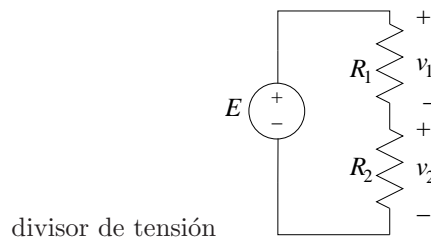

Figura 1.27: Circuito del Ejercicio 7
- ✓ 1.7 En la Figura 1.27 se presenta un circuito con dos resistores conectados en serie. Calcule las tensiones  $v_1$  y  $v_2$ . ¿Encuentra algún parecido entre las dos soluciones? Añada un resistor  $R_3$  también en serie. Calcule las tensiones de cada resistor,  $v_1$ ,  $v_2$  y  $v_3$ . ¿Podría generalizar el resultado para  $n$  resistores conectados en serie? A esta configuración (donde existe una tensión entre los terminales de una conexión en serie de resistores) se le conoce con el nombre de *divisor de tensión* o *divisor de voltaje*.